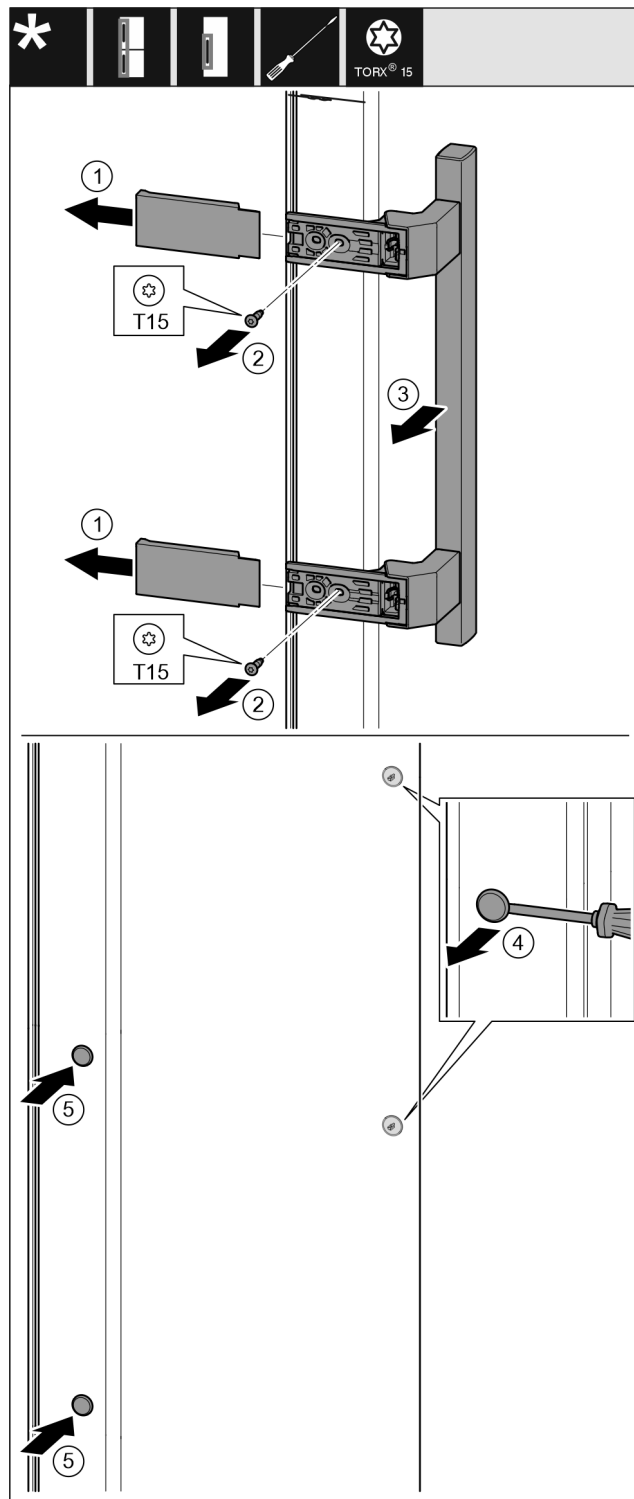

Fig. 16
- ▶ Zdjąć osłonę. Fig. 16 (1)
- ▶ Wykręcić śruby śrubokrętem Torx 15. Fig. 16 (2)
- ▶ Zdjąć uchwyt. Fig. 16 (3)
- ▶ Podważyć ostrożnie boczną zatyczkę śrubokrętem i wyjąć. Fig. 16 (4)
- ▶ Założyć ponownie zatyczkę z drugiej strony. Fig. 16 (5)